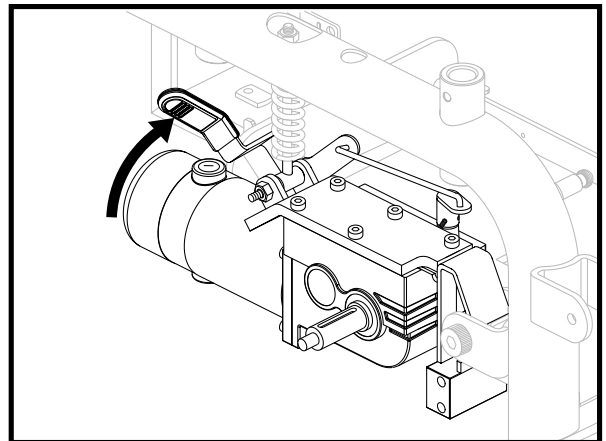

Figure 9. Position embrayée (moteurs embrayés)
2. Poussez le levier vers le bas pour embrayer le fauteuil (moteurs embrayés.) Voir la figure 9.